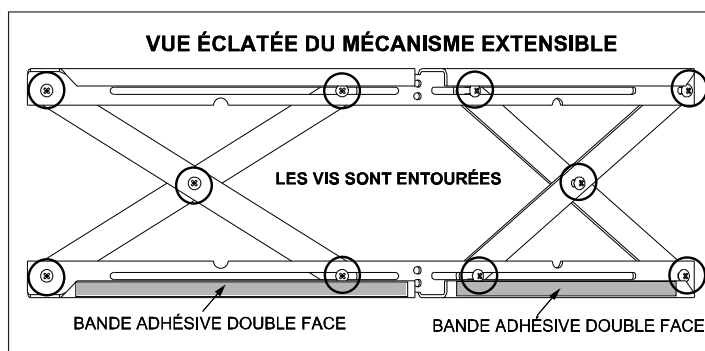

Figure 21.1
**Pièces incluses dans l'ensemble :** (1) garniture supérieure, (1) garniture frontale, (2) garnitures latérales, bande adhésive double face (déjà installée)
1. Les 10 vis de chaque mécanisme extensible sont fournies desserrées. **Figure 21.1.**